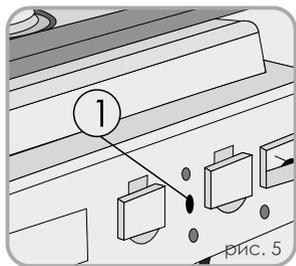

рис. 5
2. Вставьте разъем в гнездо для подключения 220В генератора (поз.1 на рис. 5)